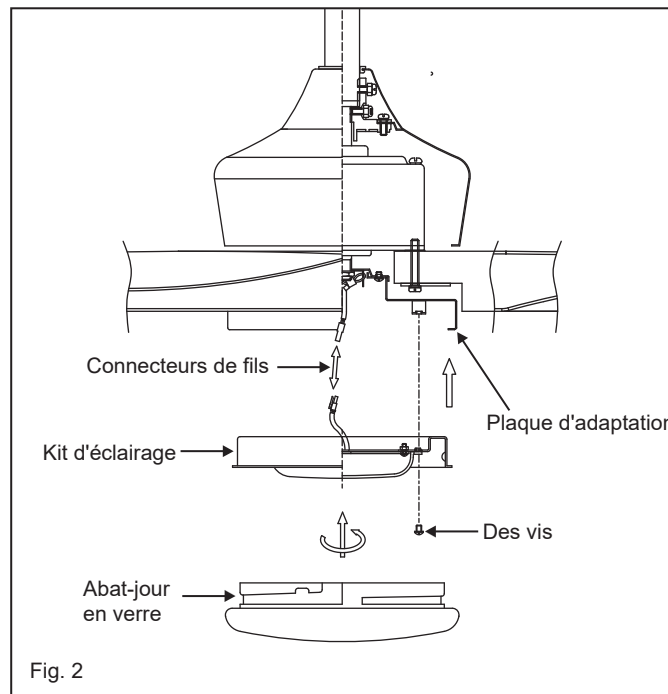

Fig. 2
- 3 Desserrez les deux vis de sécurité et retirez la goupille de la tige de suspension et le clip de retenue de l'accouplement sur le dessus de l'ensemble moteur. (Fig.2)
2. Effectuez les connexions filaires du ventilateur à l'unité de contrôle. Pour cette étape, utilisez le faisceau de 5 fils sur le contrôleur. (Fig.2)
- 3 Retirez l'une des trois vis de la plaque d'adaptation située sur le moteur du ventilateur. Desserrez les 2 autres vis. (Ne pas retirer) (Fig. 2)
- 4 Tout en maintenant le kit d'éclairage LED sous votre ventilateur, effectuez les connexions à fiche polarisées : (Fig. 2)
- 2 Retirez l'une des trois vis du moyeu de montage situé sur le moteur du ventilateur. (Fig.2)
- 7 Installez le couvercle métallique sur la plaque d'adaptation à l'aide des six vis Allen préalablement retirées à l'aide de la clé Allen fournie. (Fig.2)
- 2 Placez le berceau A dans la plaque murale. (Fig.2)
- 6 Feu de signalisation (Fig. 2)